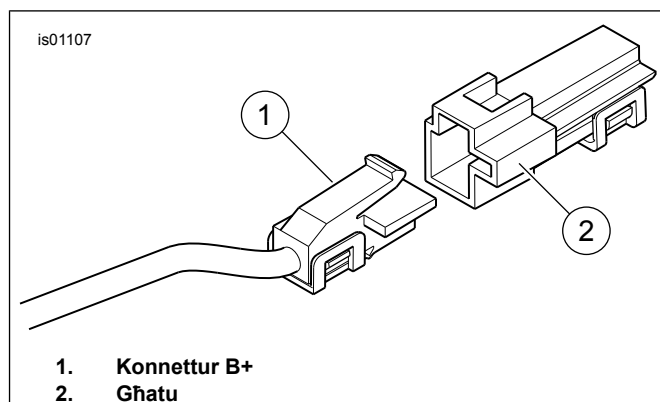

Figura 5. Konnettur B+
1. Ara Figura 5 . Sib il-lokazzjoni tal-konnettur B+ (pożittiv tal-batterija) (1) fuq il-harness prinċipali tal-elettriku taħt is-sedil (wajer aħmar ma' konnettur griż mhux użat). Nehħi l-cover (2) mill-konnettur.